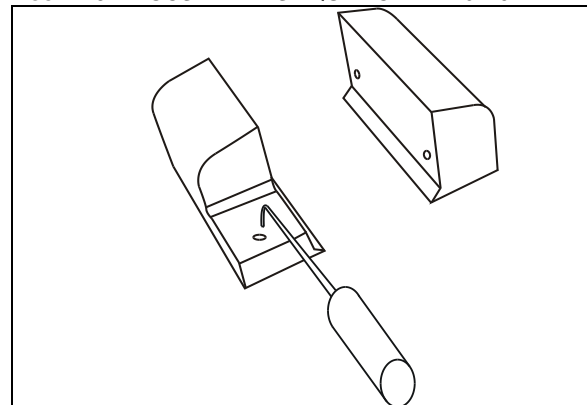

FIGURE 30: DÉMONTÉ LES BLOCS DE PLASTIQUE ACÉTAL AVEC UN CROCHET
3. Démonter les 2 blocs supérieurs de plastique acétal. Ils possèdent des trous pour pouvoir être démontés au moyen d'un crochet (Figure 30) depuis l'extérieur du véhicule. Si les blocs de plastique acétal sont trop difficiles d'accès, sortir légèrement la rallonge coulissante : le mouvement de la rallonge coulissante les rend accessibles.